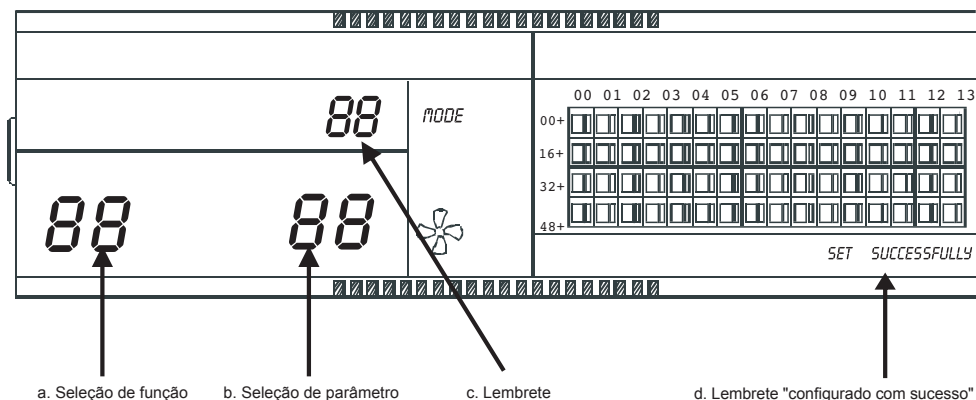

Fig 2.9 A rede do filtro, além da função de poeira, envolve mostrar um conteúdo
① Marque o código do mostrador 3 para "ON", selecione a "Tem função opcional" referente à tabela 2.1" e, em seguida, ligue o controlador centralizado, em 1 minuto pressione a tecla "QUERY" e segure-a, em seguida, pressione a tecla "FAN", digite a configuração de função opcional. A seleção de função representada por oito duplas (fig.2.9 a) será piscada com frequência de 1Hz (exibição padrão 00), exibindo o código de função opcional (consulte a tabela 2.2). Pressione as teclas "INC" e "DEC" para selecionar a função e, em seguida, pressione a tecla "OK" para inserir a seleção de parâmetros.
② Após a seleção do parâmetro inserido, a seleção de função representada por oito duplas será acesa, a seleção de parâmetro representada por oito duplas (fig.2.9 b) será piscada com frequência de 1Hz, exibindo o código de parâmetro opcional. Pressionando as teclas "INC" e "DEC" para selecionar o parâmetro detalhado.
③ Pressione "OK" para confirmar a seleção do parâmetro (o tempo correspondente dos códigos de parâmetro de detalhes refere-se à tabela 2.3).
④ Após a configuração com sucesso, a seleção de função representada por oito duplas e a seleção de função representada por oito duplas serão acesas, o ecrã exibirá "Configuração com sucesso" (fig. 2.9 d). Após 3 segundos, a função opcional de saída automática será definida. O ecrã voltará à exibição normal.